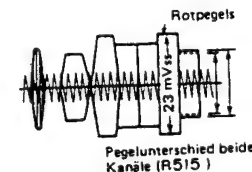

Abbildung 2-7.
- c) R515 (Aufnahme-Chrominanzpegelsteuerung) so einstellen, daß der Rotpegel gemäß Abbildung 2-7 zu 23 mVss wird.